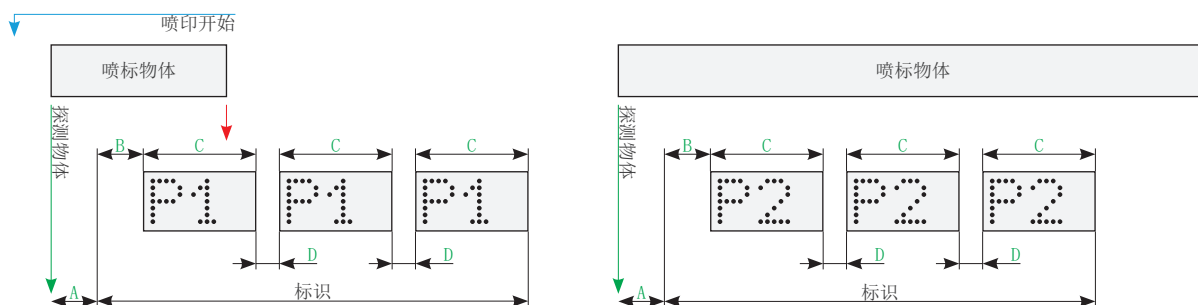
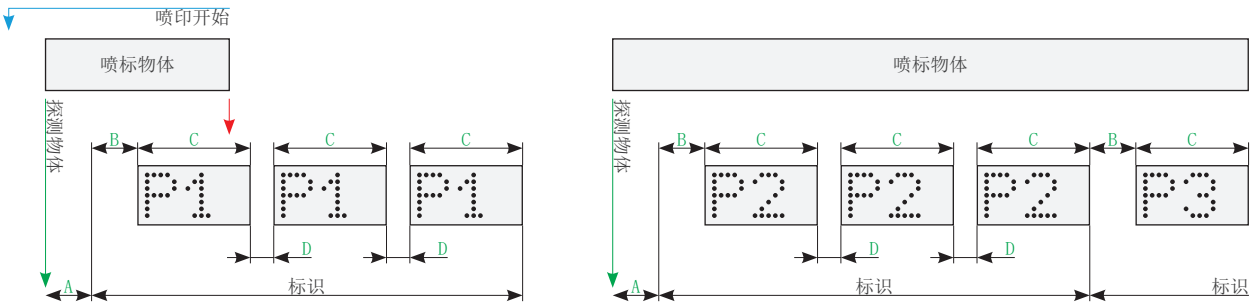
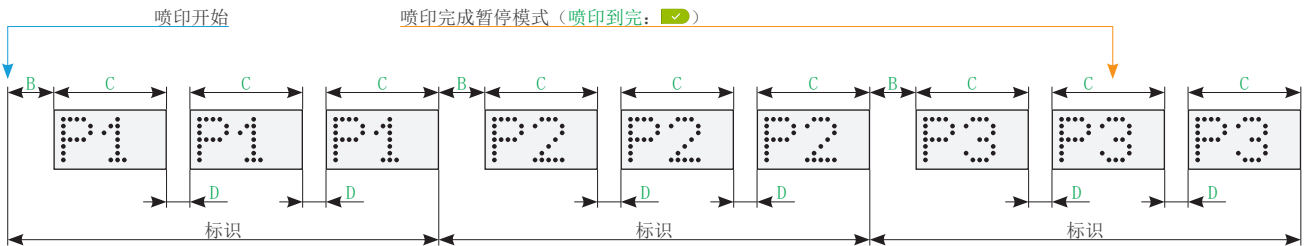

图61.
图63.
图66.
实例见图65页图136和图66页图136。
实例见图60页图133，图61页图133，图62页图134，图63页图134 和图64页图135。
- 边沿：当检测到一个物体的前端（并测量出设置的距离）时，喷码机喷印一个含设定重复喷印数量（文本重复 文件参数）的标识，然后等到检测到另一个进行物体前端时喷印下一个标识；该模式用于在每个物体上喷印一个标识。 实例见图60页图133 和 图61页图133。 - 电平：当检测到一个物体的前端（并测量出设置的距离）时，喷码机开始喷印多个含设定重复喷印数量（文本重复 文件参数）的标识，只要喷标物体位于被选为触发信号源的光电探测器的范围内，喷码机就会不断喷印该标识；该模式用于在一个物体上多次喷印或喷印长物体，如管道。 实例见 图62页图134，图63页图134 和 图64页图135。
实例见 图65页图136 和 图66页图136 。
- 3 - 见图60，图61，图62，图63，图65和图66。